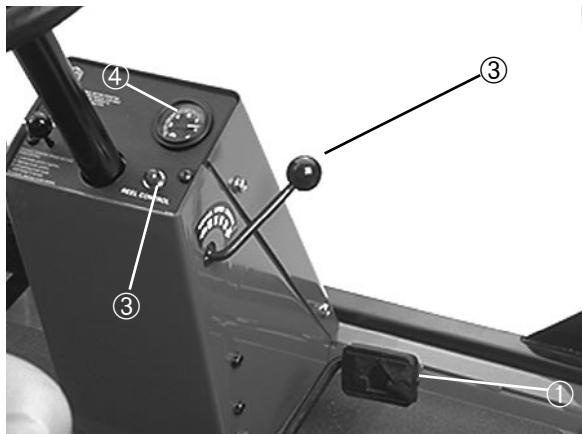

Figure 9
**Pédale de déplacement** (Fig. 9)—commande le fonctionnement en marche avant/arrière. Appuyer sur le haut de la pédale pour avancer ou sur le bas de la pédale pour reculer. La vitesse au sol varie selon que la pédale est plus ou moins enfoncée. Pour une vitesse maximale au sol sans charge, appuyer à fond sur la pédale en gardant la commande des gaz en position FAST (RAPIDE).
**Limiteur de vitesse de déplacement** (Fig. 9)—prérégler ce levier pour limiter la course de la pédale de déplacement en marche avant afin de maintenir une vitesse de coupe constante.
**Témoin de commande des cylindres** (Fig. 9)—s'allume pour indiquer que le fonctionnement de la machine ne permet pas d'obtenir la coupe voulue avec la commande automatique de vitesse des cylindres.
**Compteur de vitesse** (Fig. 9)—indique la vitesse de déplacement de la machine.